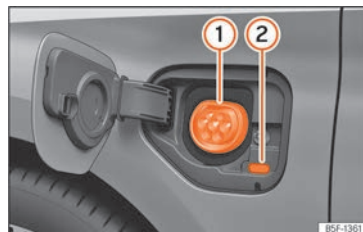

Fig. 213 Detrás de la tapa de carga de la batería en la parte delantera izquierda: Toma de carga
»» fig. 213
- Con el vehículo desbloqueado, al presionar la tapa de carga de la batería esta se abre »» **fig. 213.**